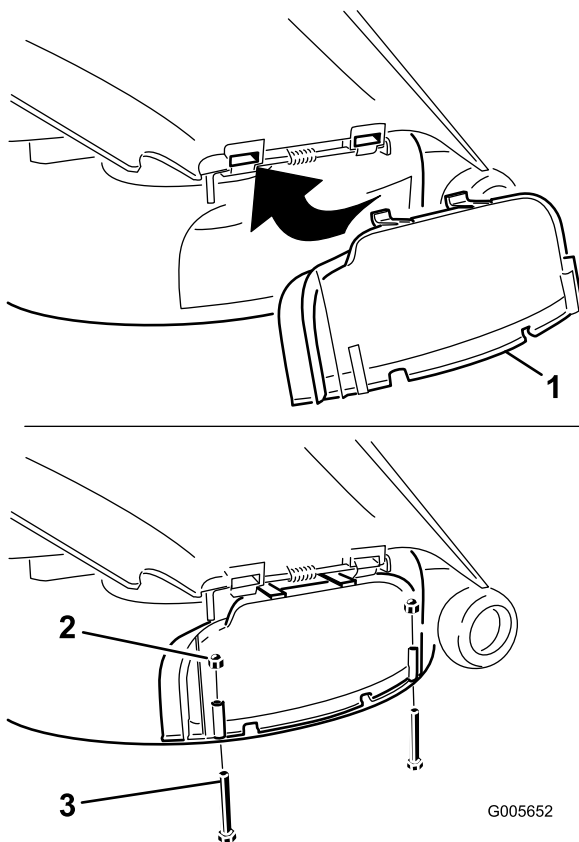

Figura 24
5. Rode a cobertura de descarga para baixo para cima da abertura e para o rebordo inferior do cortador (Figura 24).
6. Fixe a cobertura de descarga ao rebordo inferior do cortador com 2 parafusos (1/4 x 2-1/2 pol.) e 2 porcas da tampa (1/4 pol.) conforme indicado em Figura 24.